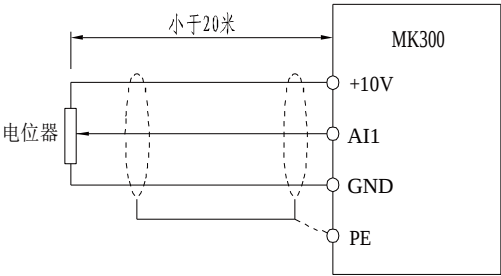
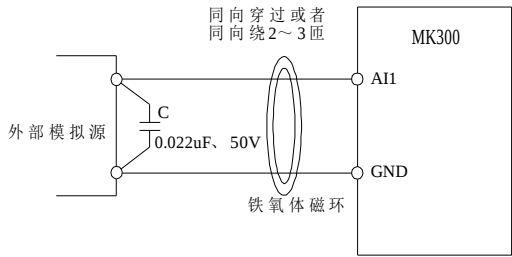

图 3-13 模拟量输入端子接线示意图
图 3-14 模拟量输入端子处理接线图
a) 模拟输入端子： 因微弱的模拟电压信号特别容易受到外部干扰，所以一般需要用屏蔽电缆，而且配线距离尽量短，不要超过 20m，如图 3-13。在某些模拟信号受到严重干扰的场合，模拟信号源侧需加滤波电容器或铁氧体磁芯，如图 3-14。